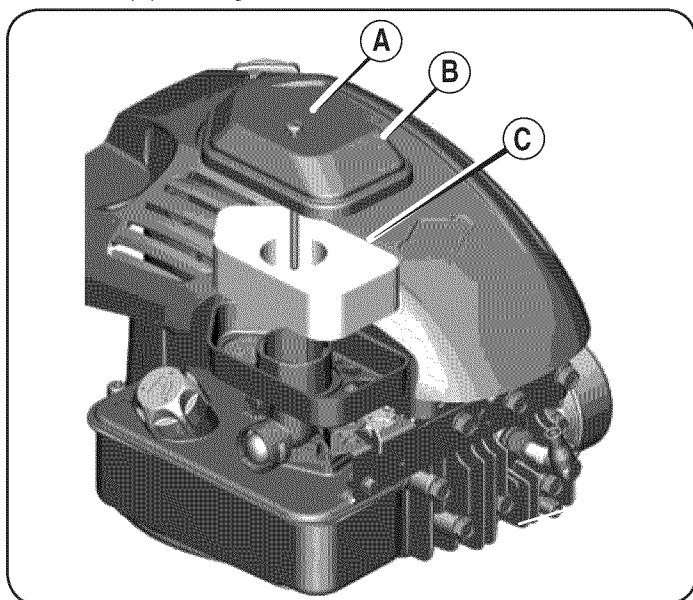

Figura 20
- Remueva el tornillo (A) de la parte superior del conjunto del filtro de aire (B). Vea Figura 20.